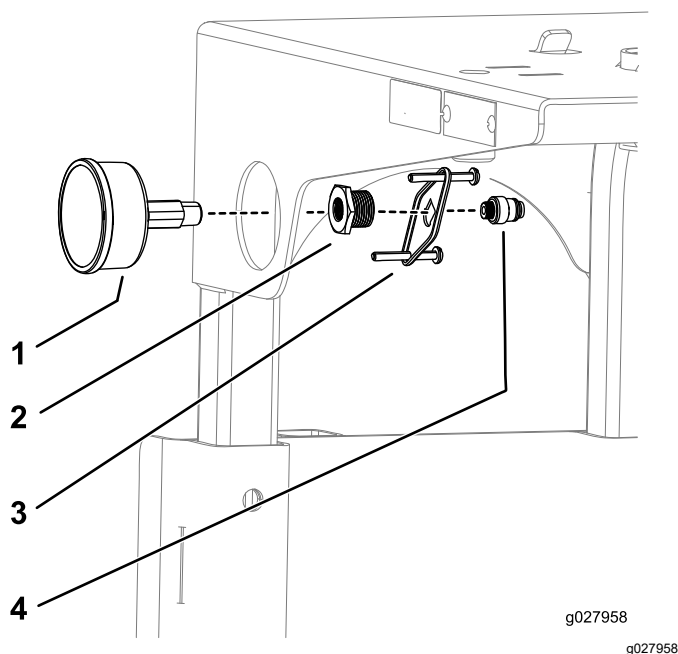

Figure 15
7. Appliquez du ruban PTFE sur le filetage du manomètre et montez ce dernier comme montré à la Figure 15.